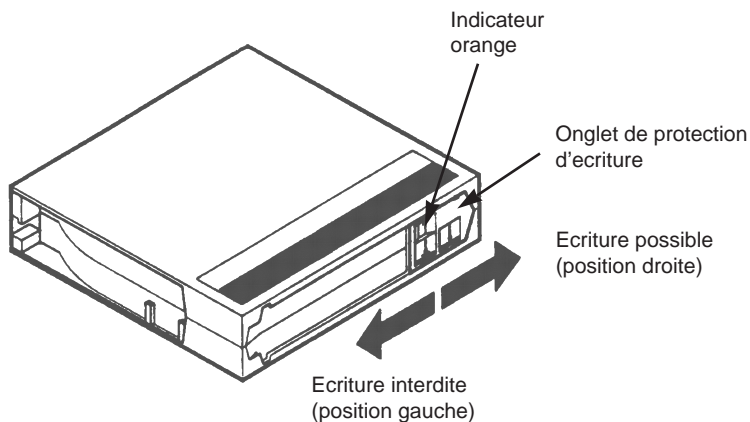

Figure 4 Onglet de protection d'écriture de la cartouche
- L'écriture/enregistrement sur le média peut être interdit en agissant sur l'onglet de protection d'écriture (Figure 4).